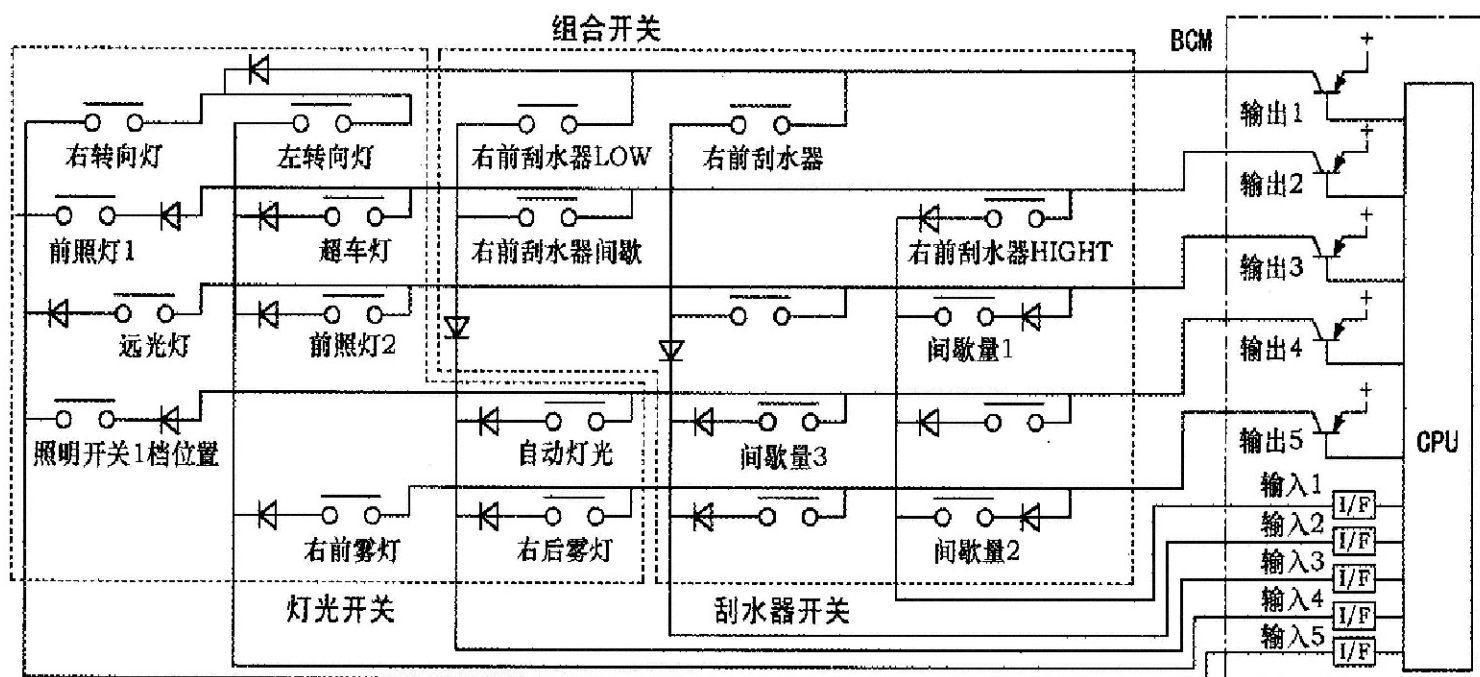

图 1 组合开关原理示意图
- 4). 上述测试结果表明，该故障是由于 BCM 模块没有正确读取到组合开关的相应信号造成的，故障原因如下：①组合开关损坏，不能送出信号；②组合开关与 BCM 之间的连线出现故障；③ BCM 的组合开关信号读取功能出现故障。
- 5). 日产天籁轿车的组合开关原理示意图如下图 1 所示。输出 1-5 端子由 BCM 以间隔时间为 10 ms 的脉冲信号, 激活输出端晶体管后生成, 送入组合开关, 输出端子信号波形如下图 2 所示。BCM 读取输入 1-5 端子上的电压变化, 可知此时组合开关所处的位置, 从而控制相关部件工作。例如: 当驾驶员将组合开关打到小灯档时, 组合开关 1 档位置触点闭合, BCM 从输出端子 4 激活的脉冲信号, 通过组合开关 1 档位置触点进入了输入端子 5, BCM 检测到输入端子 5 上有电压变化, 从而判定照明开关 1 档位置为开启, 然后 BCM 通过 CAN-BUS 通信, 向 IPDM E/R 发送尾灯和示宽灯的请求信号, IPDM E/R 控制小灯工作。